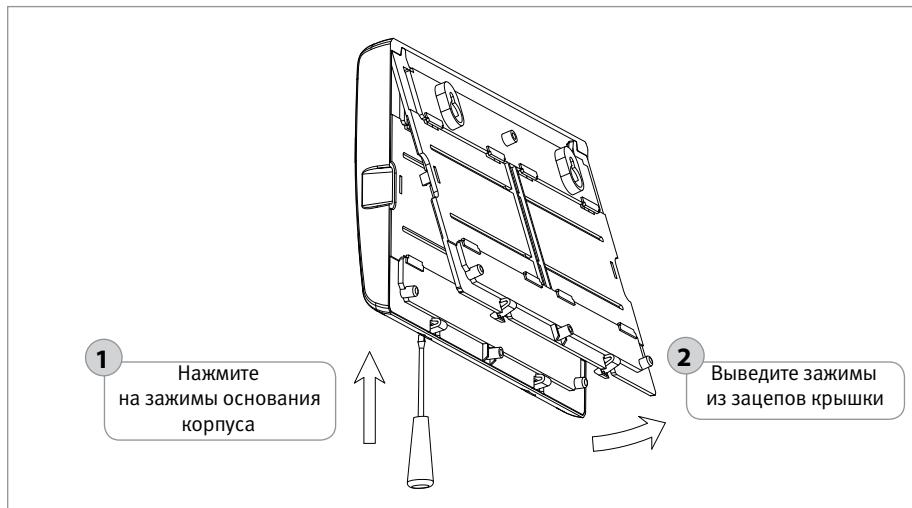

Рисунок 15. Снятие крышки прибора «Сигнал-20М»
1.3. Снимите крышку блока в порядке, указанном на рис.15 – 17.